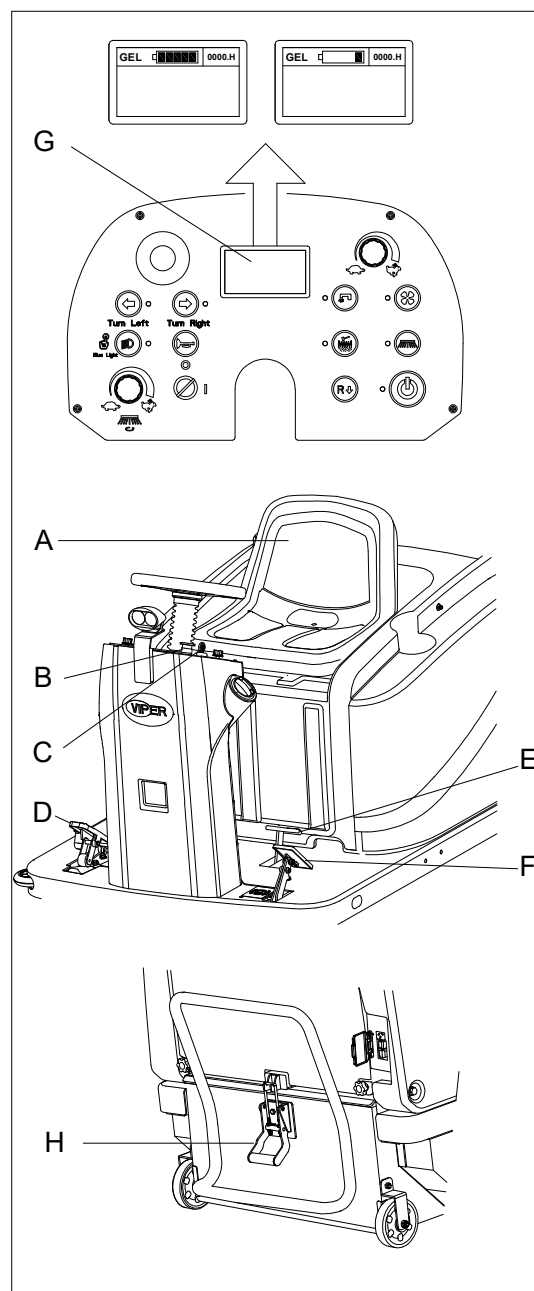

Figure 9
2. Asseyez-vous sur le siège (A, figure 9), insérez la clé de contact (J, figure 9) et démarrez la machine. (Reportez-vous aux procédures dans le paragraphe suivant)
3. Vérifiez le niveau de la batterie. Si l'icône de la batterie sur l'écran LCD (G, figure 9) est de 5 barres, les batteries sont complètement chargées pour l'utilisation. Si elle est de 1 barre ou moins, les batteries doivent être chargées avant le fonctionnement. (Reportez-vous au chapitre Maintenance pour le chargement des batteries)
4. Vérifiez le frein de stationnement (F, figure 9). Le frein doit maintenir fermement son réglage (verrouillé) sans être facilement relâché (signalez immédiatement tous les défauts au centre de service Nilfisk).
5. Vérifiez le bon fonctionnement de la pédale du volet (E, figure 9).
6. Appuyez légèrement sur la pédale d'accélération (D, figure 9), puis relâchez-la afin de vérifier si la machine peut être dirigée vers l'avant et arrêtée.
7. Afin de garantir la sécurité, confirmez si la machine peut être arrêtée immédiatement en appuyant sur le bouton d'urgence (B, figure 9). Tournez le bouton d'urgence afin de le réinitialiser.
9. Assurez-vous que la trémie (H, figure 9) est correctement fermée.